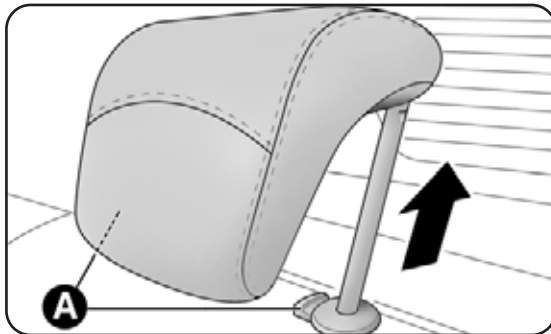

fig. 25
- pulse los botones A-fig. 25 y después quite los reposacabezas sacándolos hacia arriba.